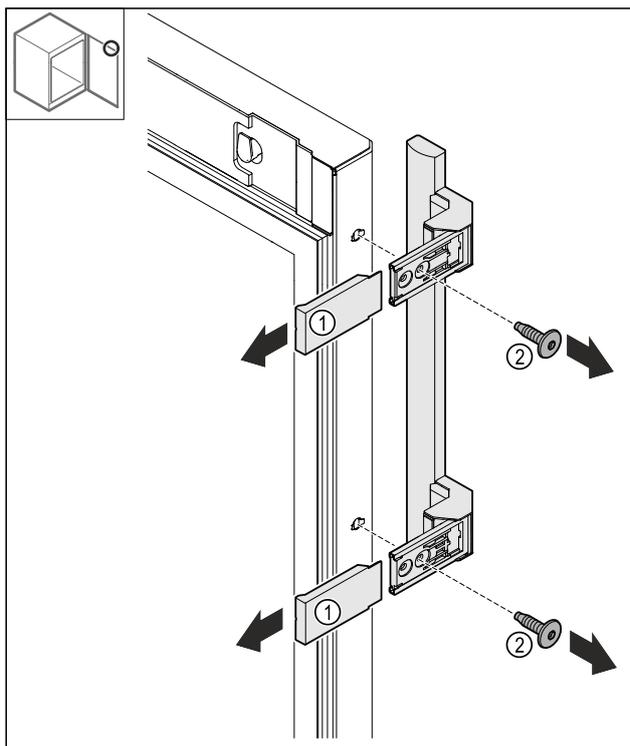

Fig. 25
- Togliere le coperture Fig. 25 (1).
- Allentare le viti Fig. 25 (2).